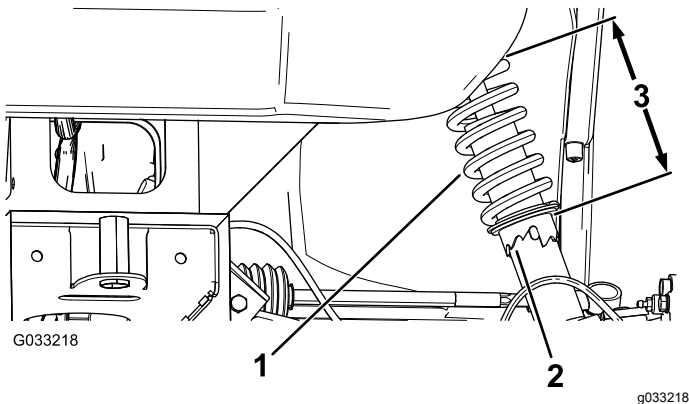

Figura 45
2. Si la caída de la rueda no está alineada, utilice la llave de tuercas para girar el collarín en el amortiguador y alinear la rueda (Figura 45).